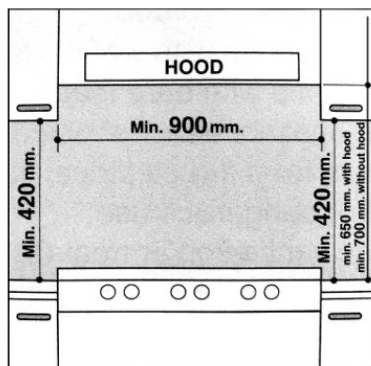

Fig.5
- c) Les meubles doivent être placés à proximité de la hotte, à une hauteur minimale de 420 mm (Fig. 5).
d) La table de cuisson doit être installée directement sous un meuble, ce dernier devant être à au moins 700 mm du plan de travail, comme illustré à la (Fig. 5).